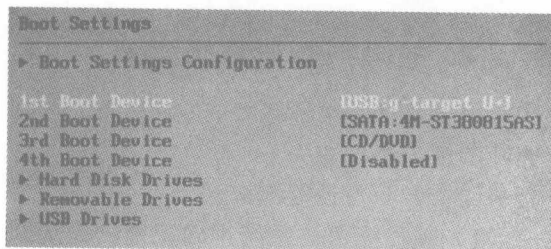

图 1-4 BIOS 中的设备启动顺序
3) 检查 BIOS 中的设置,如启动顺序、启动磁盘的设备参数等。建议通过清除 CMOS 来恢复默认设置,如图 1-4 所示,